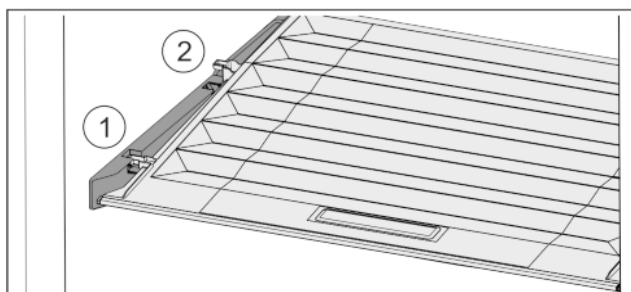

Fig. 35
- ▶ Tirer le couvercle vers l'avant jusque dans l'orifice des pièces de retenue Fig. 35 (1).
- ▶ Le soulever par le bas à l'arrière et le sortir par le haut Fig. 35 (2).